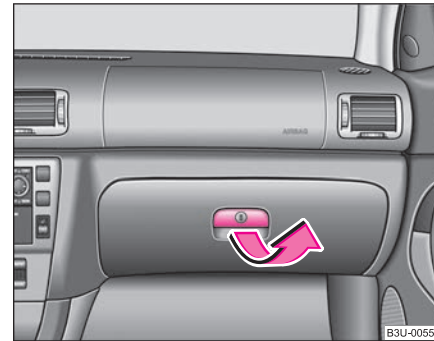

Fig. 94 Tabloul de bord: Compartiment de depozitare
- Trageți mânerul din capac în sensul indicat de săgeata ⇒ fig. 94 și deschideți capacul în jos.